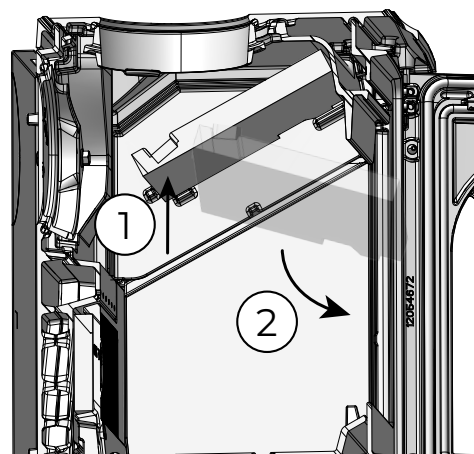

Abb. 7.5
3	Heben Sie den unteren Umlenker (B) von hinten an, um es aus seinen Halterungen zu lösen, und kippen Sie ihn nach vorne, damit es herausgenommen werden kann (Abb. 7.5)